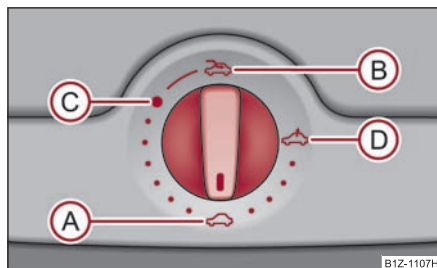

Fig. 51 Comutator rotativ pentru trapa/plafonul glisant electric
Trapa/plafonul glisant se poate deschide și închide când contactul este pus, de la comutatorul rotativ ⇒ fig. 51. Comutatorul rotativ are mai multe poziții.
- Rotiți comutatorul în poziția C ⇒ fig. 51.
- Rotiți comutatorul în poziția A ⇒ fig. 51.
Plafonul glisant este prevăzut cu protecție la suprasolicitare. Când închiderea este blocată de un obstacol (de ex. gheața), trapa se oprește și se deschide complet. Puteți închide trapa fără activarea protecției la suprasolicitare apăsând comutatorul în poziția A ⇒ fig. 51 în față, până când trapa se închide complet ⇒ ⚠.
După fiecare acționare de urgență trapa trebuie adusă în poziția de bază. De aceea trebuie să rotiți comutatorul în poziția ⇒ pagina 55, fig. 51 și să îl apăsați cca. 10 secunde. ■